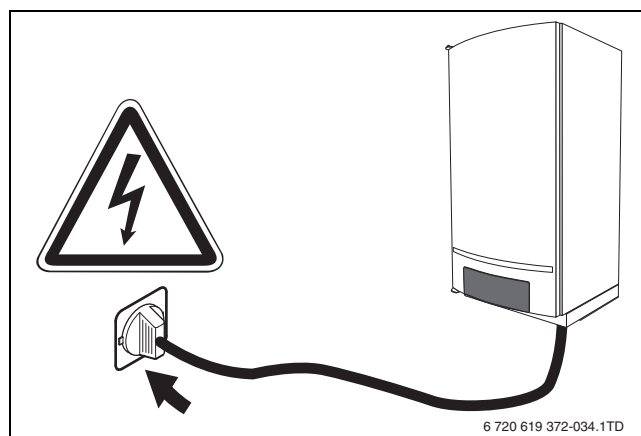

Bild 43 Netzstecker einstecken
- Stecker des Netzkabels in die Steckdose einstecken (230 V AC/50 Hz) (→ Bild 43).